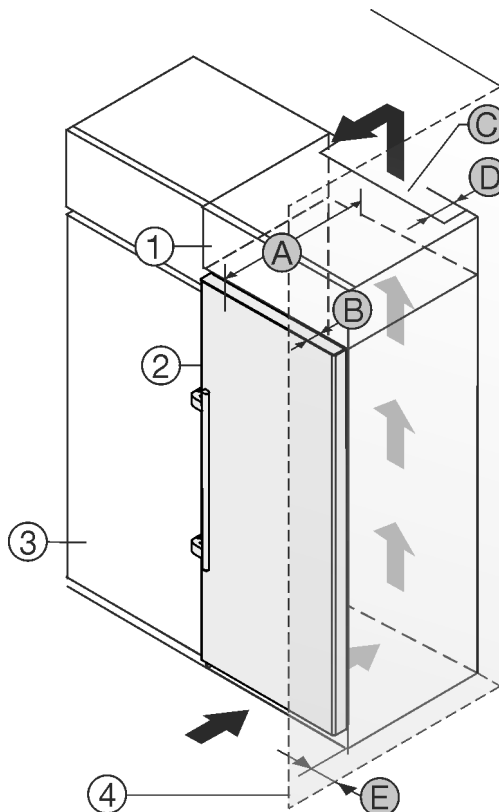

Fig. 1
Uređaj možete postaviti neposredno pored kuhinjskog ormara Fig. 1 (3).
Na stražnjoj strani visećeg ormara treba postojati otvor za odzračivanje dubine Fig. 1 (D) po cijeloj širini visećeg ormara. Ispod stropa prostorije treba poštovati ventilacijski presjek Fig. 1 (C).
Kada se uređaj postavlja s okovima pored zida Fig. 1 (4), razmak između uređaja i zida mora iznositi najmanje 57 mm . To odgovara stajanju ručice kod otvorenih vrata.
Kako biste vrata mogli potpuno otvoriti, uređaj mora biti za dubinu vrata Fig. 1 (B) ispred u odnosu na prednjicu kuhinjskog ormara. Ovisno o dubini kuhinjskih elemenata Fig. 1 (3) i uporabi zidnih odstoynika, uređaj može i dalje stršati.